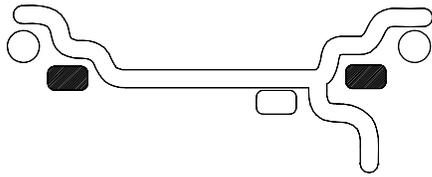

Figure 17 **ALU 1**
C. MODES ALUMINIUM. L'équilibrage se fait en utilisant une combinaison de poids appliqués au marteau et adhésifs de la façon indiquée aux Figures 17 à 21.